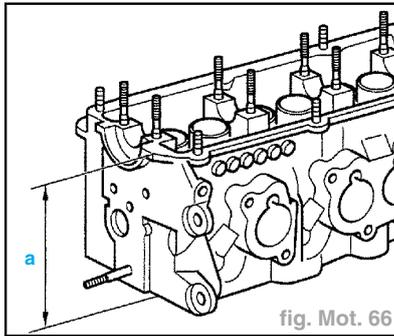

fig. Mot. 66
- Un réusinage de la culasse (surgageage) n'est autorisé que jusqu'à la cote minimum **a** (fig. Mot. 66).